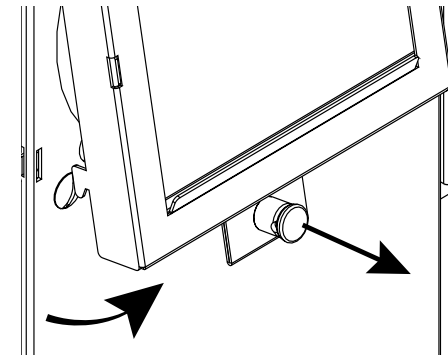

Abbildung 3. Abnehmen der Gebläseprallwand
3. Die Gebläseprallwand an der Rückseite des Toasters suchen. Den Stift herausziehen und die Prallwand nach oben und vom Toaster wegklappen und abnehmen. (Siehe Abbildung 3)